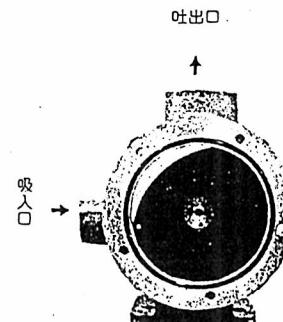

図3
3. 新しいインペラを挿入します。インペラは回転方向に合わせて、回す様にしながら押し入れると簡単に入ります。もし、入りにくい場合には、インペラの羽根の先端に少量のグリース又は石鹼液を塗り付けると容易に入ります。この時、インペラの羽根のたわみは必ず回転方向に合わせて下さい。たわみが逆の場合にはポンプが回転しない時があります。(図3参照)